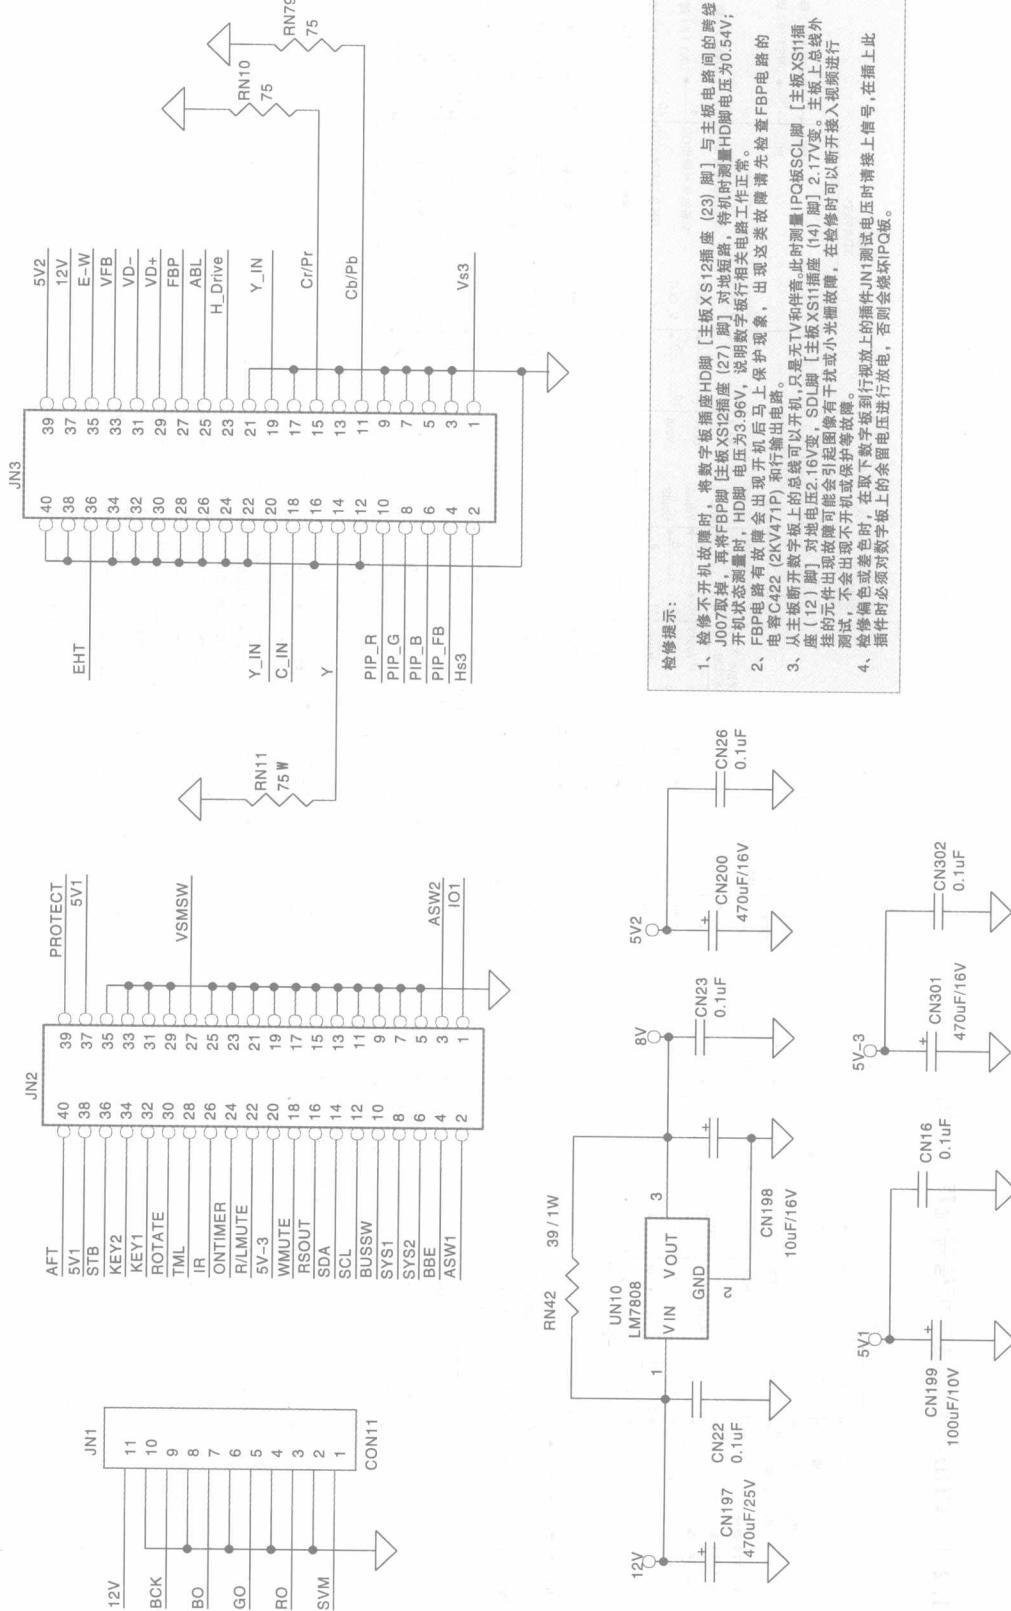

图 1-2 CHD-1 机芯数字板接口及供电电路原理图
1.2.2 CHD-1 机芯数字板电路图解（见图 1-2 ~ 图 1-11）